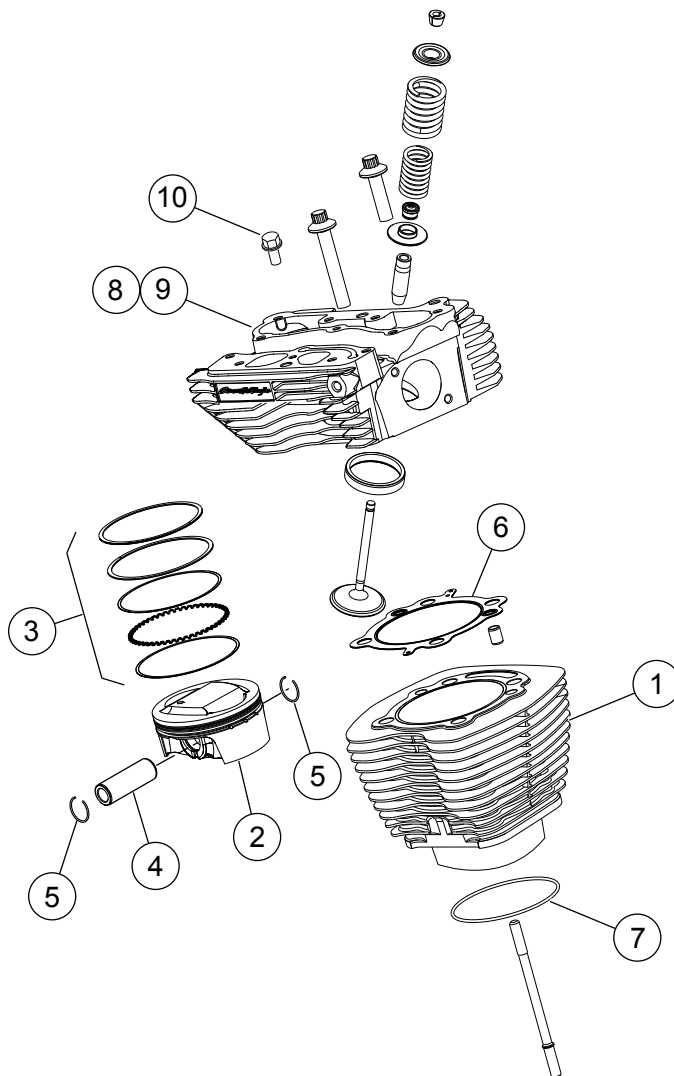
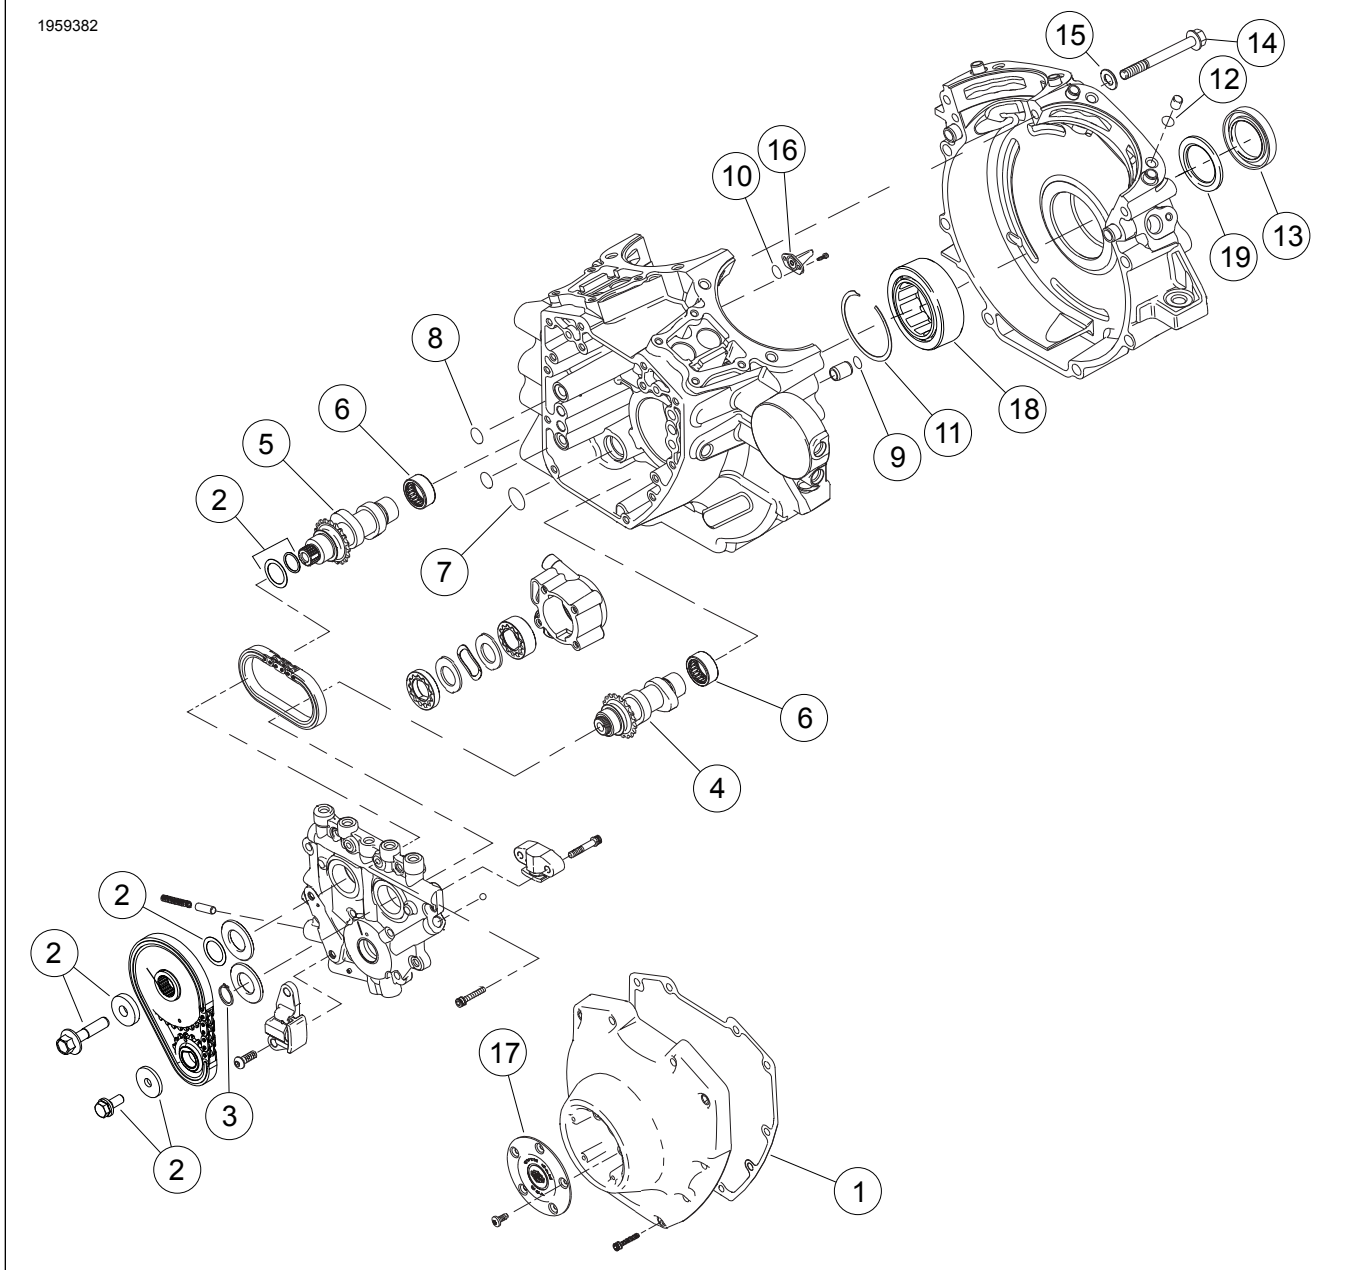

Abbildung 1. Ersatzteile: Screamin' Eagle Pro TC 120 (1962 ccm) Umbaukit
Abbildung 3. Ersatzteile: Screamin' Eagle Pro TC 120 (1962 ccm) Umbaukit
Siehe Abbildung 1 zu Abbildung 3, und Tabelle 1 zu Tabelle 3.
1. Siehe Abbildung 3 >. Das Nockenwellen-Nadellager (6), das linke Hauptlager (18) und den Sicherungsring (11) aus dem Kit ersetzen. Siehe Abschnitt „Motor“ im Werkstatthandbuch.
3. Die Schwungradbaugruppe (22) aus dem Kit einbauen. Siehe Einbauanleitung und im Werkstatthandbuch.
4. Siehe Abbildung 1 bis Abbildung 3 . Die Zylinder und Zylinderköpfe sowie das Kurbelgehäuse des Motors mit den Teilen aus dem Kit zusammenbauen. Siehe Einbauanleitungen für die Nocken und Kolben und das Werkstatthandbuch.